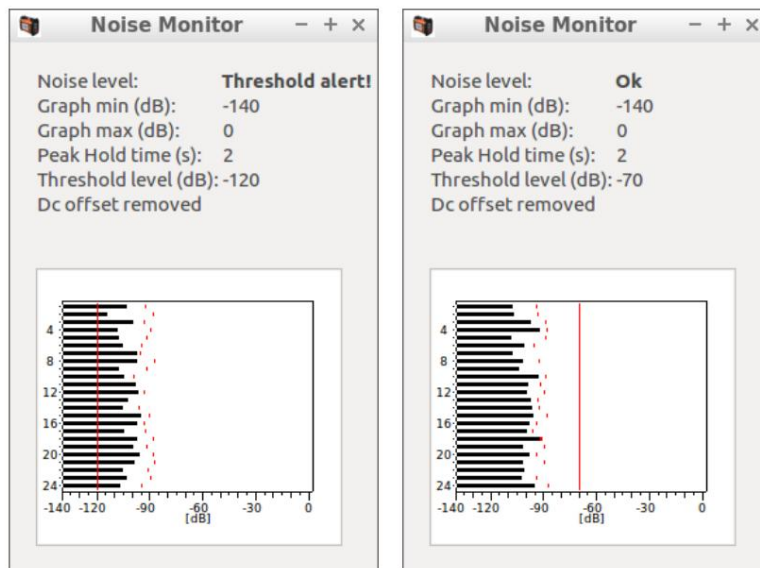

Figura 50 Ajustes de umbral
• Ajuste del umbral (Figura 50)